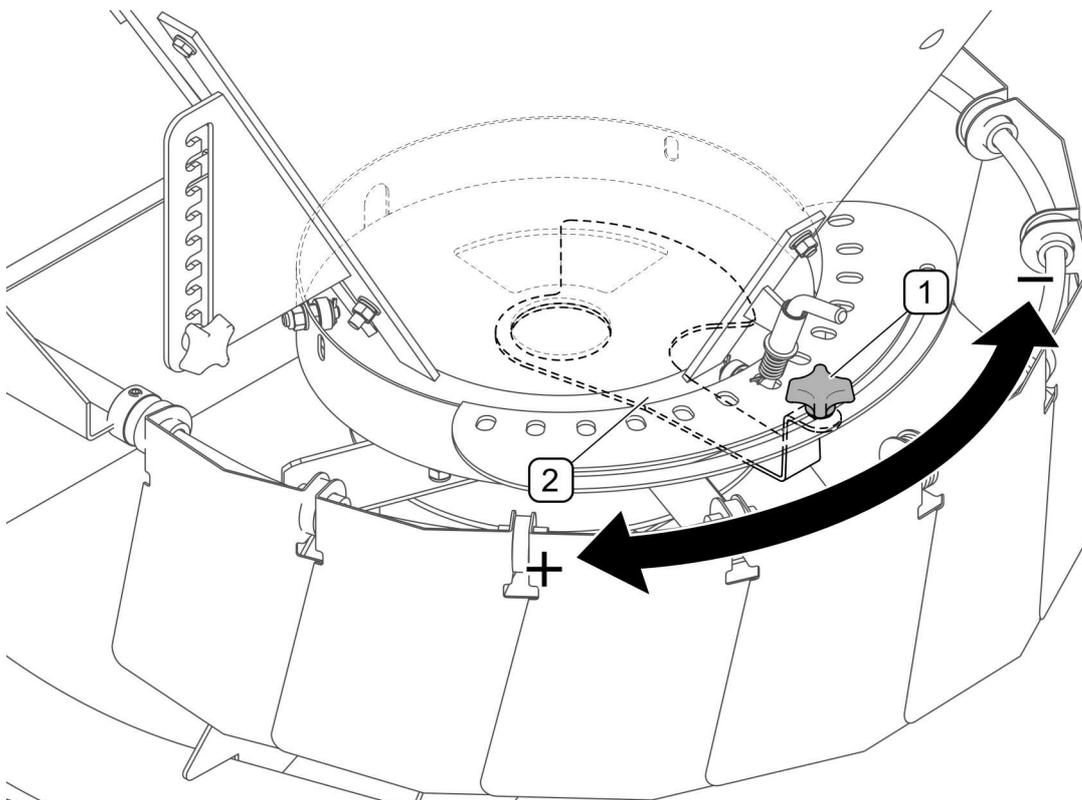

Abb. 4.5 Einstellen der Dosierung
(1) - Knebelgriff der Sperre; (2)- Hebel zur Einstellung der Dosierung
Die Dosierung kann durch Lösen des Knebelgriffs (1) und entsprechende Verschiebung des Hebels (2) durchgeführt werden. Durch verschieben des Hebels (2) im Uhrzeigersinn wird die Dosieröffnung des Behälters (Abb. 4.5) geöffnet. Wenn sich der Hebel ganz rechts befindet,